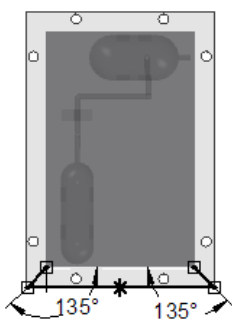
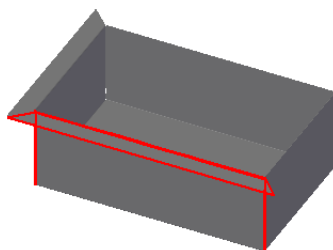

图 8.12.10 编辑草图
图 8.12.11 弯边特征 2
(4) 定义弯边尺寸。单击“轮廓步骤”按钮, 编辑草图尺寸如图 8.12.10 所示, 单击按钮, 退出草图绘制环境。
(5) 定义折弯半径及止裂槽参数。采用系统默认设置。
(6) 单击按钮, 完成特征的创建。
Step10. 创建图 8.12.11 所示的弯边特征 2。
(3) 定义弯边类型。在命令条中单击“完全宽度”按钮; 在“距离”文本框中输入值 75, 在“角度”文本框中输入值 90, 单击“内部尺寸标注”按钮和“材料内侧”按钮, 调整弯边侧方向向外, 如图 8.12.11 所示。